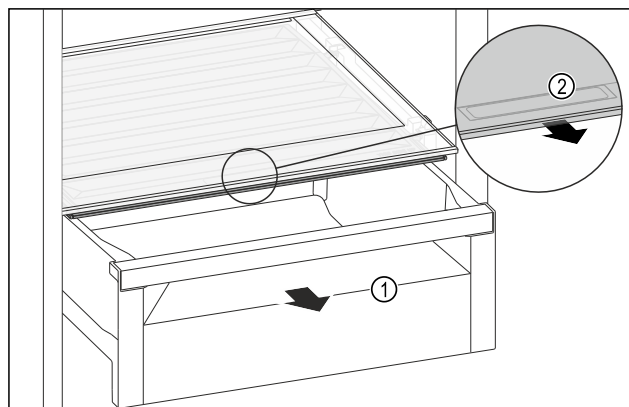

Fig. 171
- Schubfach Fig. 171 (1) herausziehen.
- Griffmulde Fig. 171 (2) am Fachdeckel anfassen und Fachdeckel gleichzeitig nach vorne ziehen.